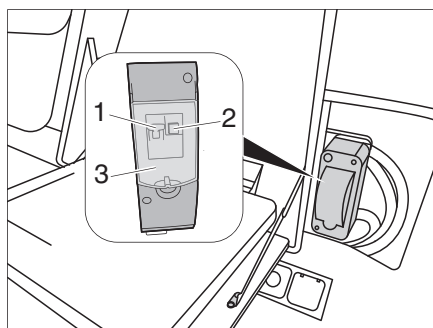

Figure 41 Disjoncteur automatique de 230 V
Le courant de bord de 230 Volts (raccordement extérieur) est équipé d'un disjoncteur (Figure 41). Celui-ci sert surtout à la protection des câbles. La boîte à fusibles se trouve à l'arrière, à droite du compartiment de la cuisinière, derrière un volet. Le disjoncteur se déclenche en cas de court-circuit et de surcharge dans le réseau de ligne.
- Ouvrir le volet de protection (Figure 41,3).
Le raccordement 230 V est protégé par un disjoncteur automatique bipolaire (Figure 41,1).
- ▷ Le disjoncteur différentiel (Figure 41,2) 230 Volt doit être actionné une fois par an pour éviter que le mécanisme ne « colle » et que la durée de déclenchement ne soit prolongée.